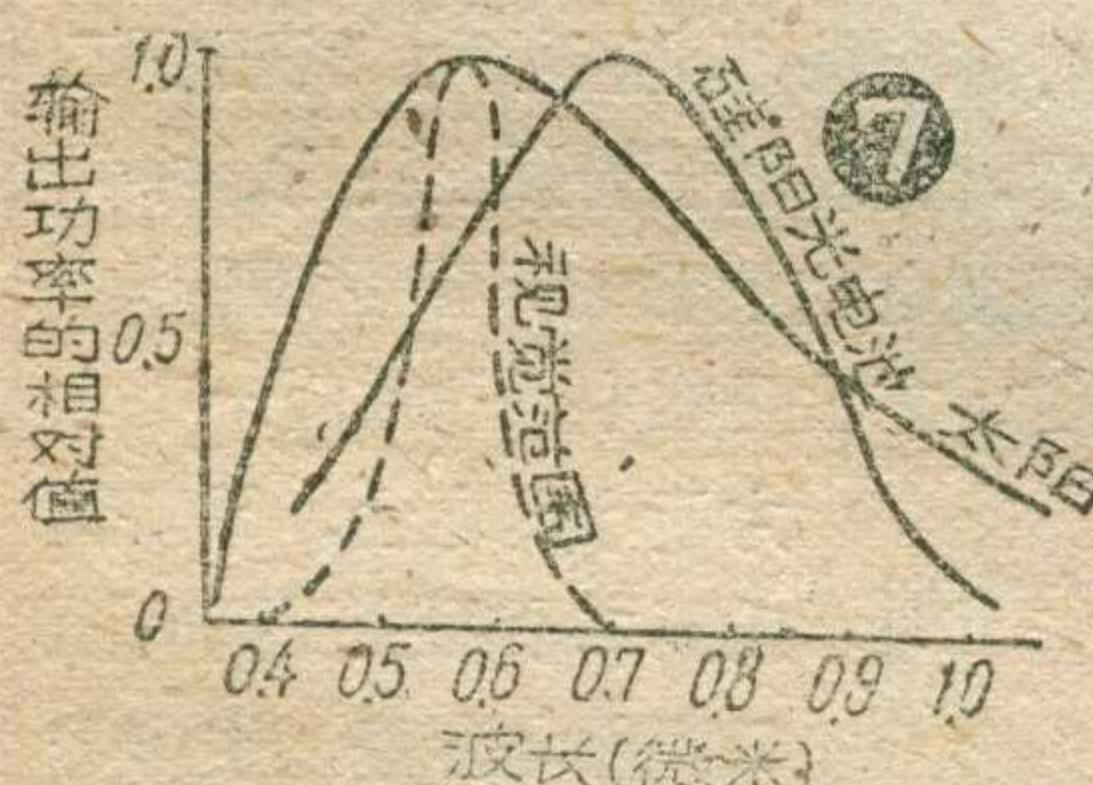

图7 硅光电池的光谱特性曲线 图7展示了硅光电池的光谱特性曲线。图中显示了输出功率的相对值随波长（微米）的变化，峰值在0.7微米附近。图中还标注了‘晴朗日光电池’和‘太阳’，表明曲线与自然光照条件相关。横轴表示波长（微米），纵轴表示输出功率的相对值。
6. 光谱特性 硅光电池不仅可以在阳光照射下产生光电流，在其他光照下也能产生光电流。此时，它的输出功率随照射光的波长而变化。图7表示在照射光波长为0.7微米附近有极大值。